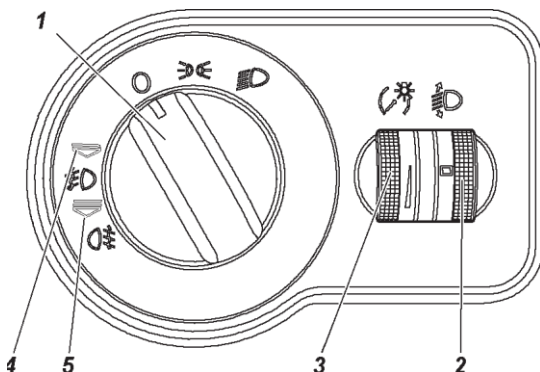

Fig. 3.4. Módulo de control de la iluminación (ver el nombre de los elementos en el texto)
**12 — módulo de control de la iluminación** (fig. 3.4).
La fig. 3.4 muestra el módulo de control de la iluminación (MCI).